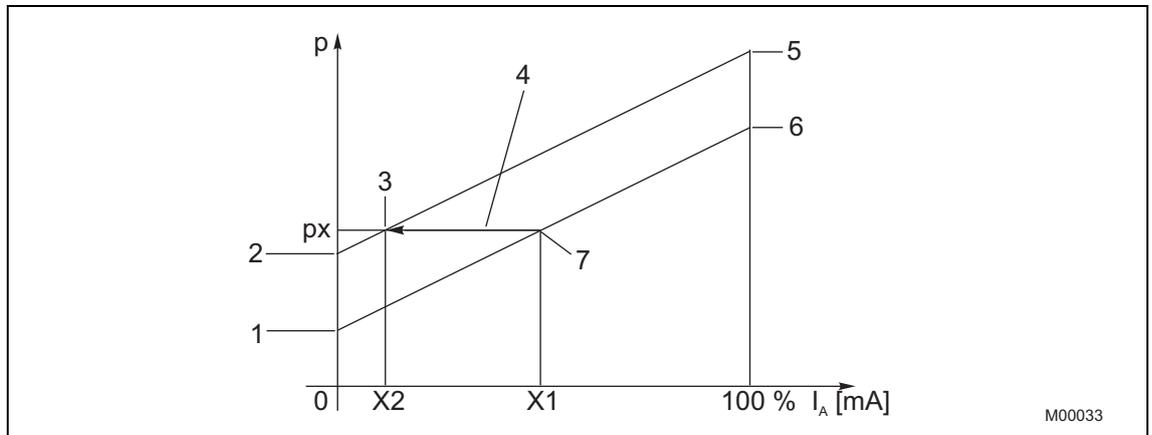

Abb. 18: Parallelverschiebung
- Der Druck-Messumformer zeigt bei anliegendem Druck p_x den normierten Ausgangswert x_1 in Prozent. Aufgrund der vorliegenden Applikation sollte aber der Wert x_2 angezeigt werden. Über die Vor-Ort-Bedienung / LCD wird nun der Wert x_2 eingestellt. Der Messumformer errechnet den neuen Nullpunkt und den neuen Endwert und übernimmt diese neuen Einstellwerte (siehe Abb. 18 Parallelverschiebung).